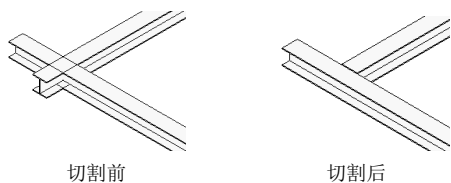

图 6-29 应用连接端切割
(1) 单击“修改”选项卡“几何图形”面板“连接端切割”下的“应用连接端切割”按钮, 打开选项栏。
(2) 选择要应用连接端切割的图元。
(3) 选择要用来剪切连接端切割的柱或框架, 如图 6-29 所示。
(4) 如果钢梁件拉伸过长, 会影响切割效果, 只在相交处被切断, 切断处以外的钢梁件均被保